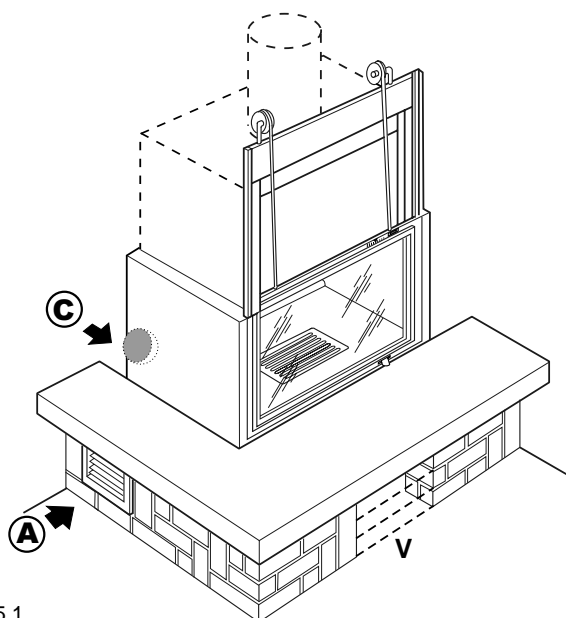

Fig. 5.5.1
(C) → Realizzare la presa aria comburente esterna con Ø 20 cm di sezione utile, sotto il piano fuoco (non è necessario intubare la presa d'aria comburente fino al braciere). L'aria verrà utilizzata sia per la **combustione** che per il **circuito di riscaldamento** (Fig. 5.5.1: **V**-vano portalegna).
(A) → Per locali di ampiezza superiore a 25 m² si consiglia di realizzare anche una griglia per il ricircolo dell'aria ambiente (**A**) a lato del rivestimento o utilizzare l'eventuale vano porta legna (Fig. 5.5.1).
C → Make the external combustion air intake with a useful diameter of 20 cm, under the fire bed (it is not necessary to run the combustion air intake pipe all the way to the grate). The air will be used both for **combustion** and for the **heating circuit** (Fig. 5.5.1: V-wood compartmet).
A → For rooms greater than 25 m² it is advisable to provide a room air recirculation grille (**A**) alongside the cladding or use the wood compartmet if there is one (Fig. 5.5.1).
• Fig. 5.5.4 (**D**-may be **B** for "all recycle" cases, **E**-sliding door side, **F**-fixed door side, **G**-cladding) shows fan connection examples for double-faced monobloc. The characteristics and the references of the air intakes are the same as those shown in figs. 5.5.1, 5.5.2, 5.5.3.
(C) → Die der externen Verbrennungsluft mit einem nutzbaren Querschnitt mit 20 cm Durchmesser unter der Feuerstelle (es ist nicht notwendig, ein Rohr von der Öffnung der Verbrennungsluft zum Feuerraum zu benutzen) ausführen. Die Luft wird sowohl für die **Verbrennung** als auch für die **Wärmekreislauf** (Abb. 5.5.1: **V**-Raum zur Holzaufbewahrung) benutzt.
(A) → Für Räume über 25 qm, ist es angezeigt, ein Gitter für die Luftzirkulation des Raumes **(A)** an der Seite der Verkleidung anzubringen oder den eventuellen Raum zur Holzaufbewahrung (Abb. 5.5.1) zu benutzen. Für Anschlüsse über 1 Meter, empfiehlt es sich, den Durchmesser für die Luftöffnung um 20% zu vergrößern.